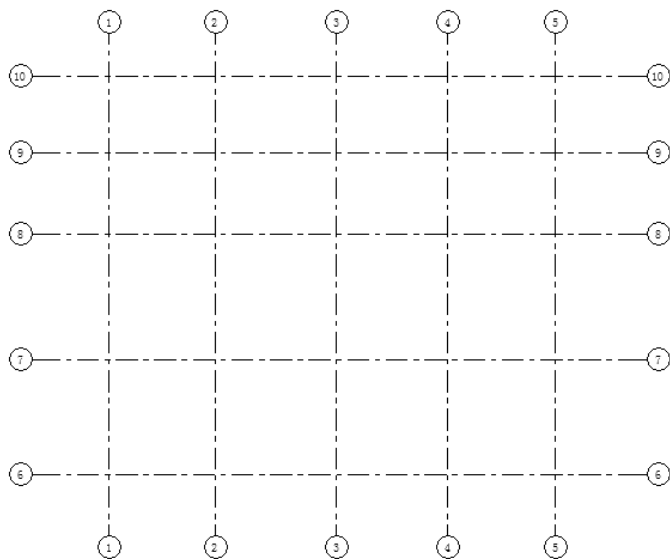

图 4-50 轴网
(4) 在视图中适当位置单击确定轴线的起点，移动鼠标指针在适当位置单击确定轴线的终点，重复绘制如图 4-50 所示的轴网。